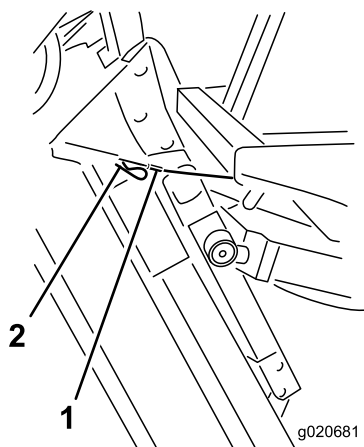

Figura 76
6. Sujetando la carcasa del cortacésped en posición vertical, coloque el extremo del cable sobre el pasador del brazo de elevación de la carcasa y fíjelo con el pasador de horquilla (Figura 76).